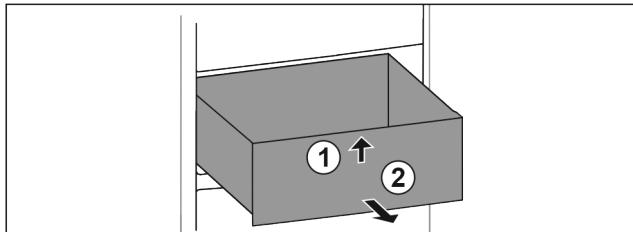

Fig. 81
- Приподнимите выдвижной ящик спереди. Fig. 81 (1)
- Извлеките выдвижной ящик движением вперед. Fig. 81 (2)